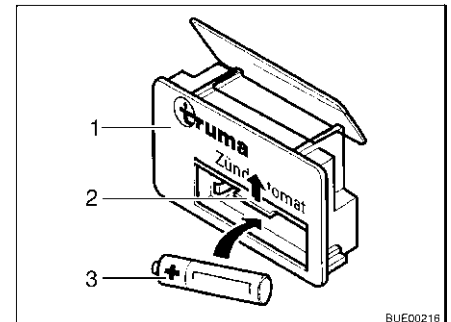

Bild 147 Automattändning
- Skjut upp batterifackets skyddslock (Bild 147,2) på automattändningen (Bild 147,1).
- Sätt in ett nytt batteri (Bild 147,3) i automattändningens batterifack, använd samma typ av batteri och se till att polerna (+/-) kommer rätt. Använd endast temperaturbeständiga (+70 °C) mignon-batterier, som inte kan läcka.